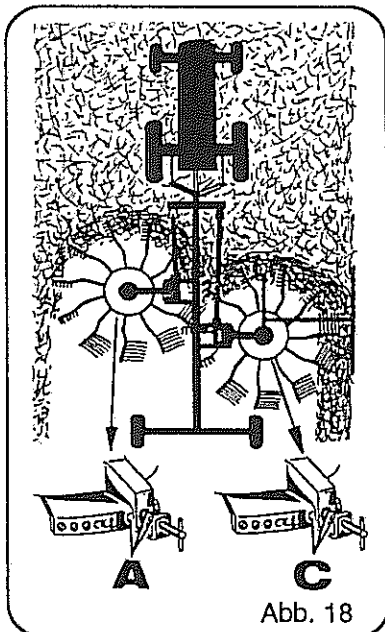

Abb. 18
Beim Rechen von einem seitlichen Großschwad (Abb. 18) sind folgende Punkte zu beachten:
- Kurvenscheibe des linken Kreisels **darf** nur in eine der drei Bohrungen A (Abb. 18) arretiert werden.
- Kurvenscheibe des rechten Kreisels wird in eine der drei Bohrungen C (Abb. 18) arretiert.
Beim Rechen eines seitlichen Großschwades (Abb. 18) darf die Kurvenscheibe des linken Kreisels **nur** in einer der drei Bohrungen A in Abb. 18 arretiert sein. Andernfalls besteht Bruchgefahr der Zinkenarme.
Die Fahrgeschwindigkeit und die Zapfwelldrehzahl ist so zu wählen, daß alles Erntegut von den Zinken sauber zusammen-gerecht wird. Die Fahrweise wählt man nach den Abb. 18, 19 oder 21.